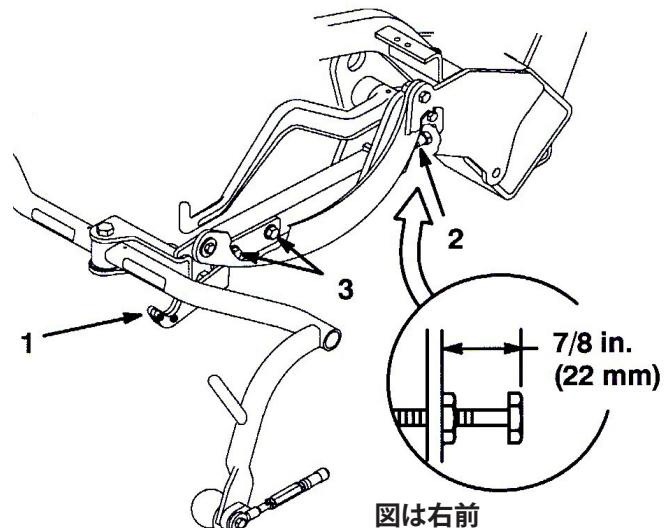

図21
移動走行時の高さ(図21)を計測し、必要に応じて調整してください:
2. キャリア・フレーム調整ネジの上面からキャリア・フレーム背面までの距離(図21)を計測する(22 mm)
3. 移動走行プレート取り付けネジをゆるめる(図21)。
5. 全部のキャリア・フレームが床から同じ高さになっていることを確認する。高さが揃っていない場合は、キャリア・フレーム調整ネジのジャムナット(図21)をゆるめ、調整ネジで調整する。ネジを締め込むと下がり、戻すと上がる。調整ができたらジャムナットを締める。